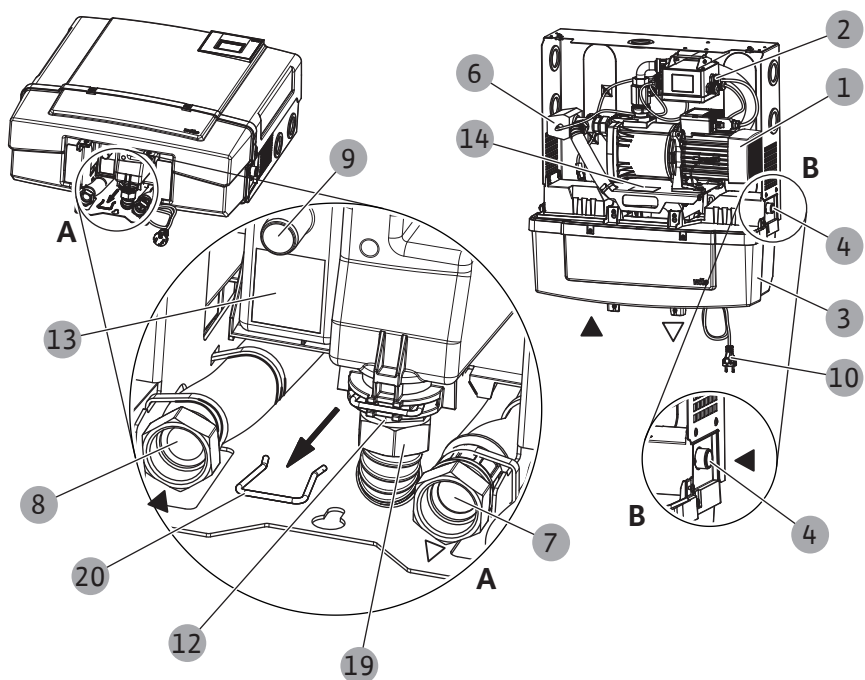
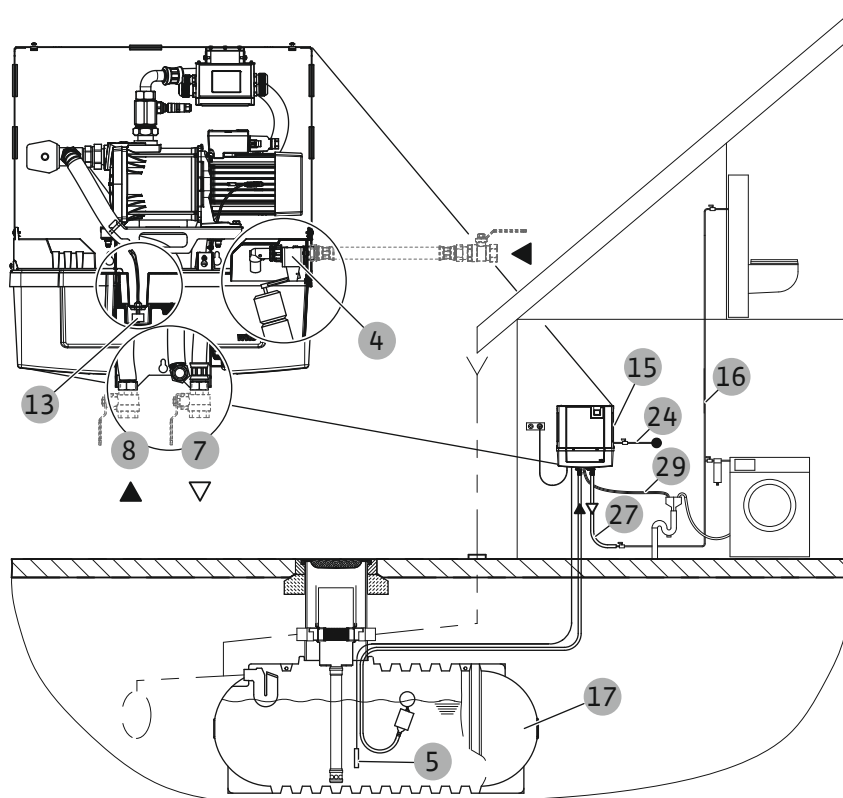

Fig. 1: Composants principaux
Fig. 2: Exemple de montage
Le système est équipé d'une pompe centrifuge autoamorçante (Fig. 1, pos. 1).
La pompe achemine de l'eau de pluie d'un réservoir (Fig. 2, pos. 17) ou de l'eau de fonctionnement d'une bâche de stockage (Fig. 1, pos. 3) vers l'installation domestique (Fig. 2, pos. 17) jusqu'aux points de prélèvement.
Le dispositif de commande (Fig. 1, pos. 2) commande la pompe et la commutation du prélèvement d'eau de la bâche de stockage par le biais de la vanne à 3 voies (Fig. 1, pos. 6) en fonction du niveau d'eau de pluie présent dans le réservoir.
La bâche de stockage (11 litres) (Fig. 1, pos. 3) sépare l'eau de fonctionnement dans la bâche de stockage du réseau d'eau du robinet selon la norme EN 1717 (écoulement libre de type AB). La bâche de stockage est remplie d'eau du robinet par le biais d'une vanne de réalimentation (Fig. 1 et 2, pos. 4). En cas de panne, l'eau s'écoule sans entrave du trop-plein.
Un tuyau flexible pour le raccordement sur le trop-plein (Fig. 1, pos. 9) doit être fourni par le client.